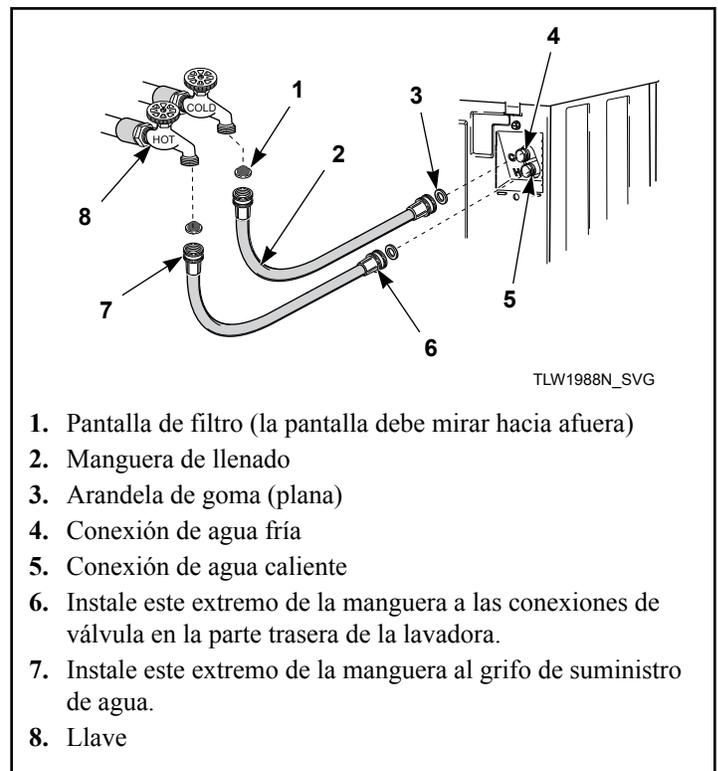

Figura 4
2. Instálelas en cada extremo de las mangueras de llenado como se muestra en la *Figura 4*. La rejilla debe estar orientada hacia afuera.
de color rojo que sale de la llave de agua caliente esté conectada a la válvula mezcladora de agua señalada con “H” y que la manguera de color azul que sale de la llave de agua fría esté conectada a la válvula señalada con “C”. Consulte la *Figura 4*.